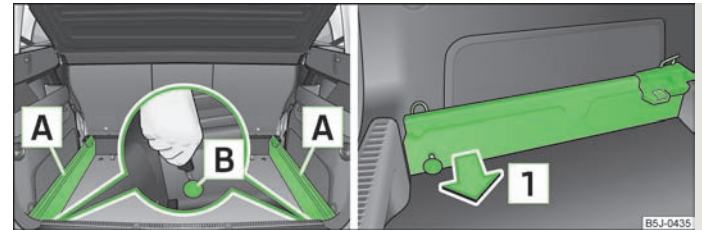

Abb. 49 Gepäckraum: Sicherungspunkte lösen / Tragschienen herausnehmen
- › Die Sicherungspunkte **B** » Abb. 49 an den Tragschienen mit dem Fahrzeugschlüssel bzw. mit einem flachen Schraubendreher lösen.
- › An jeder Tragschiene den Sicherungspunkt **B** » Abb. 49 bis zum Anschlag drücken.